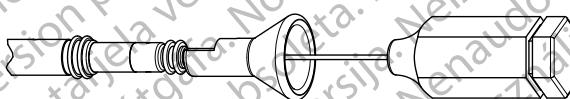

Figura 3. Introducción del estilete
3. Introduzca el estilete elegido a través del extremo terminal del conector o del conductor del estilete, en caso de que lo esté utilizando (Figura 3 Introducción del estilete en la página 15).